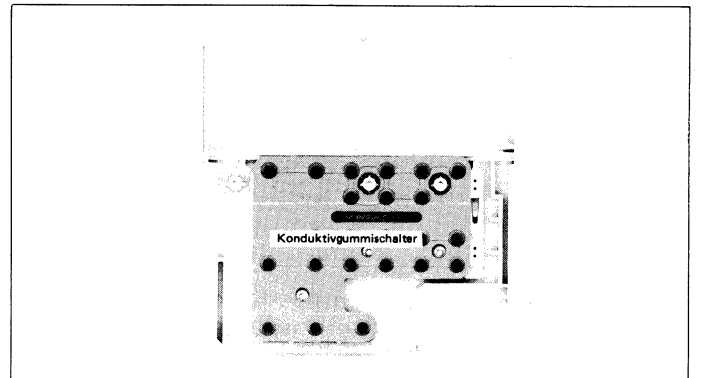

Abbildung 7-5
- g) Den Konduktivgummischalter herausnehmen. (Siehe Abb. 7-5)